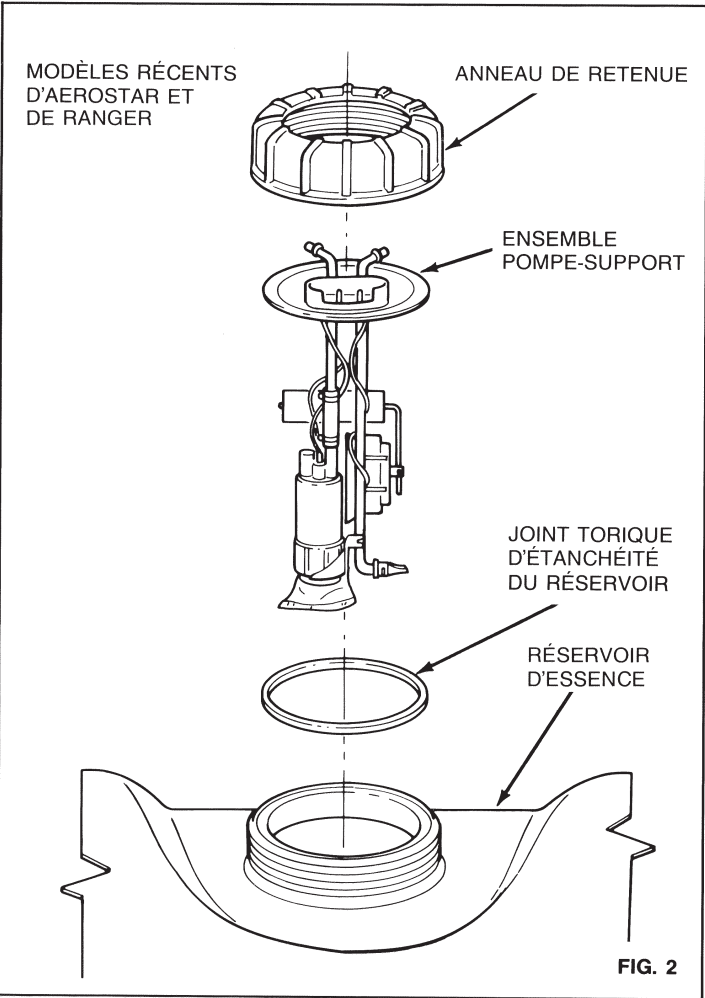

FIG. 2
2) Les modèles plus récents, Aerostar ou Ranger, utilisent un anneau à filetage interne qui ressemble à un gros couvercle de bocal à conserves (figure 2). Aucun dispositif de verrouillage n'est prévu pour empêcher l'anneau de retenue de tourner.